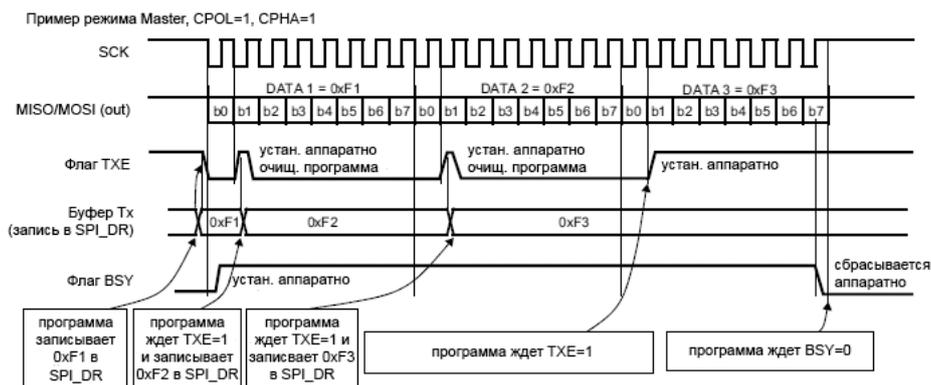

Рис. 255. Поведение TXE/BSY в режиме Master / transmit-only (BIDIMODE=0, RXONLY=0), в случае непрерывной передачи.
**Обработка только передачи** (BIDIMODE=0, RXONLY=0). В этом режиме процедура может быть сокращена, и бит BSY может использоваться для ожидания завершения передачи (см. рис. 255 и 256).